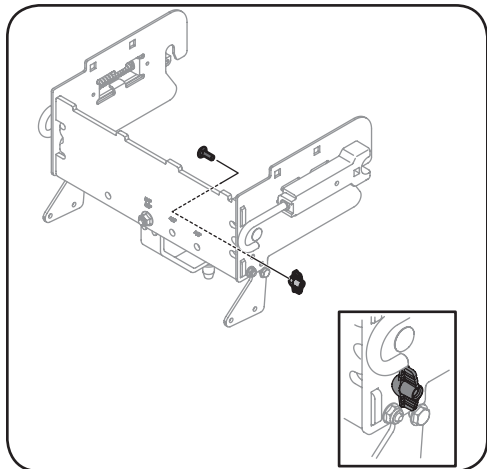

Figura 1-8
9. Utilice el tornillo de carro (Ref. nº 19) y la tuerca mariposa (Ref. nº 21) para ajustar manualmente el soporte bisagra de carga derecho o izquierdo al bastidor. Vea la Figura 1-8.